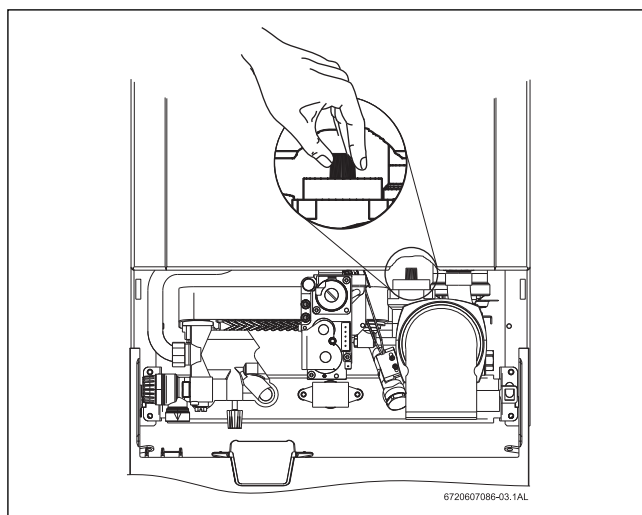

Fig. 39 Purgador automático
- Para evacuar el aire del aparato empleando el purgador automático que incorpora, abrir el tapón del mismo (ver Fig. 39).